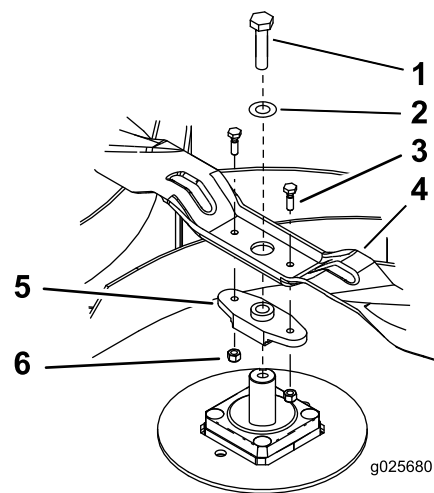

Figura 3
8. Instale la cuchilla de mulching derecha en el impulsor de la cuchilla con 2 pernos de seguridad y 2 contratuercas (1/4 pulgada) (Figura 3).
9. Instale la cuchilla de mulching izquierda en el impulsor de la cuchilla con 2 pernos de seguridad y 2 contratuercas (1/4 pulgada) (Figura 3).
11. Instale las cuchillas y los impulsores en los ejes de la caja de engranajes con los pernos de cuchilla y las arandelas que retiró anteriormente (Figura 3).